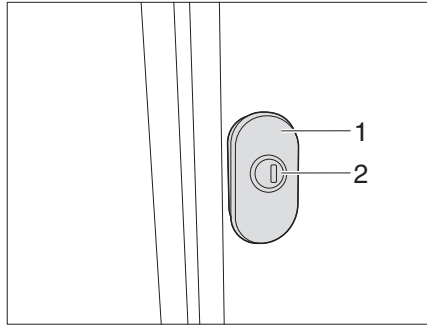
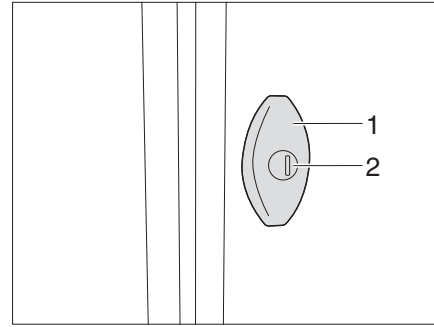

Fig. 51 Serrure pivotante (variante 1)
Fig. 52 Serrure pivotante (variante 2)
- Insérer la clé dans le cylindre de fermeture (Fig. 51/ Fig. 52,1) et la tourner d'un quart de tour. La serrure du portillon est déverrouillée.
- Tirer sur la serrure pivotante (Fig. 51/ Fig. 52,2) et tourner de 180° dans le sens contraire des aiguilles d'une montre. Le portillon extérieur est ouvert.